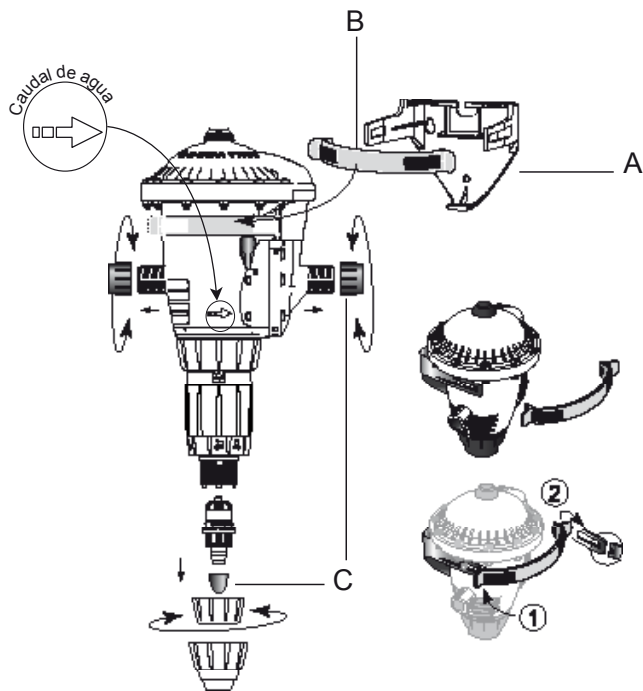

Fig. 1
- un soporte mural (**Fig. 1-A**) y una cincha (**Fig. 1-B**),
Retirar los tapones de protección (**Fig. 1-C**) que obstruyen los orificios de su DOSATRON antes de conectarlo a la red de agua.